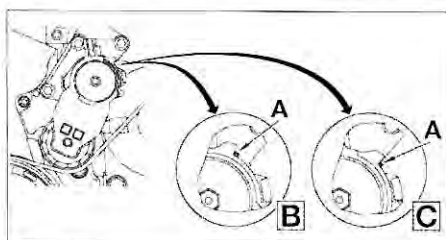

FIG. 14
! Marcar el sentido de rotación de la correa en caso de su reutilización. Durante el desmontaje, si el índice (A) se encuentra en posición (B) (fig. 14), cambiar la correa de accesorios. La posición (C) del índice (A) indica el buen estado de la correa. Comprobar la libre rotación del rodillo tensor sin puntos duros ni juego excesivo; en caso contrario, sustituirlo.
- Comprimir el rodillo tensor (1) con el útil PSA (0194-E3 para motor DV6TED4, 0194-E1 para motor DV6ATED4) o una llave fija actuando sobre el punto (D), en sentido horario, hasta poder colocar